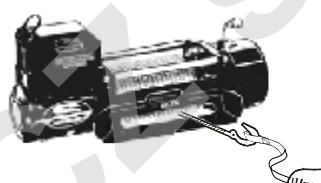

Figura 3
- ALÉJESE DEL CABRESTANTE, DEL CABLE METÁLICO BAJO TENSIÓN Y DEL GANCHO AL OPERAR EL CABRESTANTE. Nunca coloque su dedo a través del gancho. Si su dedo llegase a quedar atrapado en el gancho, usted podría perder su dedo. Al guiar el cable metálico hacia adentro o hacia afuera USE SIEMPRE EL PROTECTOR DE MANOS (Ver la figura 3).